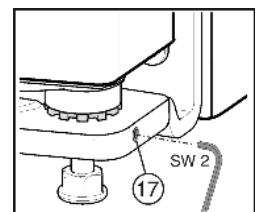

Fig. 12
- ▶ De borgpen Fig. 12 (17) een stukje uitdraaien (ongeveer een slag).
- ▶ Borgpen Fig. 12 (17) weer aandraaien om de lagerbout vast te zetten.